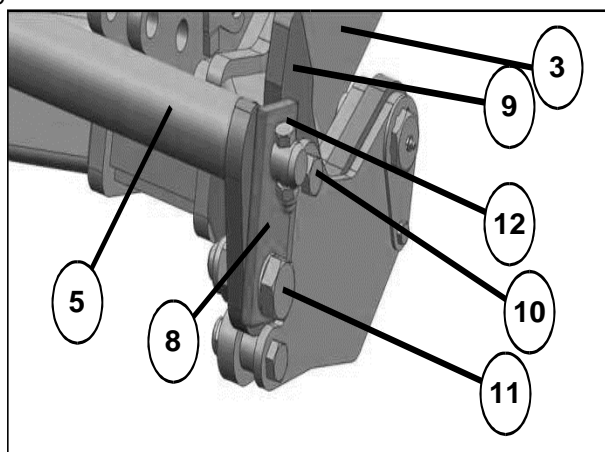

Рис. 5.25
- Проверьте, чтобы трехточечные гидравлические устройства (1) были опущены настолько, чтобы хватные крюки (9) больше не соединялись с соединительными цапфами (10) – рис.5.25. Если это так, то осторожно отъедьте вместе с шасси от рабочих секций.